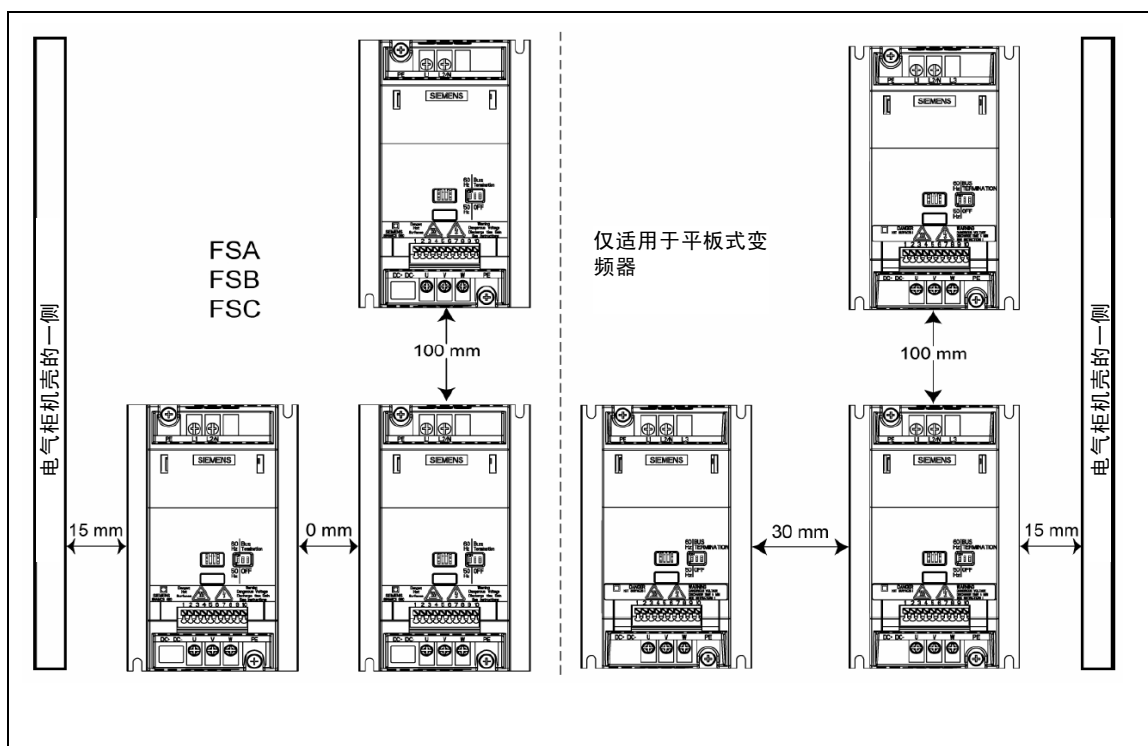

图 2-4 安装 SINAMICS G110 变频器时与周围设备的间距
- SINAMICS G110 变频器可以一个挨着一个地安装，变频器之间允许的最小间距如图 2-4 所示。